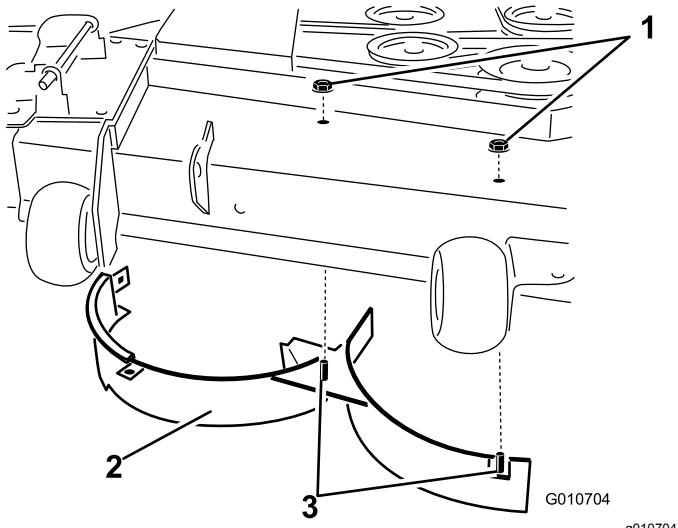

Bild 34
12. Entfernen Sie die zwei Sicherungsmuttern (5/16"), mit denen die geschweißten Streben des rechten Ablenkblechs oben am Mähwerk in der Mitte und rechts von der Mittelstellung befestigt sind (Bild 34).
13. Entfernen Sie die Schlossschraube und Sicherungsmutter, mit denen das rechte Ablenkblech oben am Mähwerk befestigt ist, und nehmen Sie das rechte Ablenkblech vom Mähwerk ab (Bild 34).